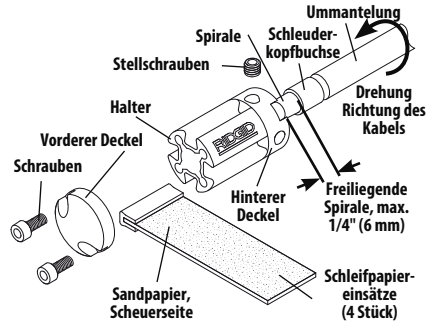

Abbildung 1 - RIDGID® FlexShaft-Sandpapierauflage
Die RIDGID®-FlexShaft-Sandpapierauflagen sind für den Gebrauch mit RIDGID-FlexShaft-Maschinen für die Endreinigung von Rohrwänden (wie zum Beispiel vor dem Auskleiden der Rohre) bzw. das finale Wiedereinsetzen/seitliche Reinigen nach dem Auskleiden der Rohre bestimmt (Abbildung 1).
- Entfernen Sie die zwei Schrauben, mit denen der vordere Deckel gehalten wird und nehmen Sie den letzteren ab. (Siehe Abb. 1)